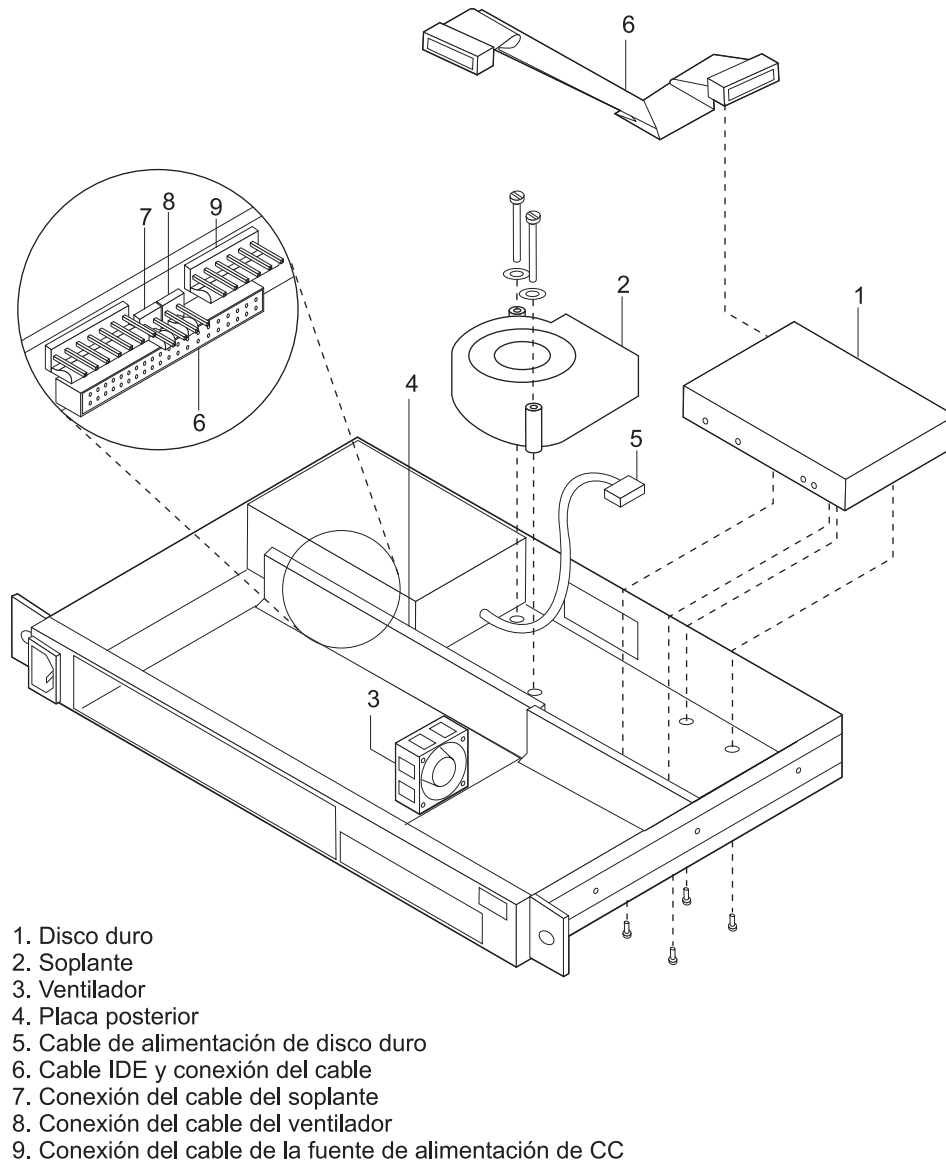

Figura 2-16. Chasis del Modelo 1xx con una unidad de disco duro
8. Conecte la nueva unidad de disco duro al cable IDE (de cinta) y al cable de alimentación de CC. Dirija los cables como se muestra en la Figura 2-16 en la página 2-34.